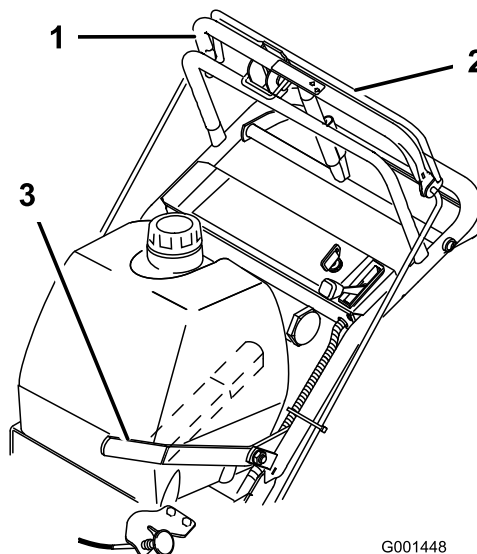

Figura 8
1. Para engranar las cuchillas, apriete la barra de control de las cuchillas contra la barra de control superior (Figura 8).
que haga tope (Figura 8). El motor se para cuando usted suelte la barra de control de las cuchillas con la palanca de control de las cuchillas engranada.